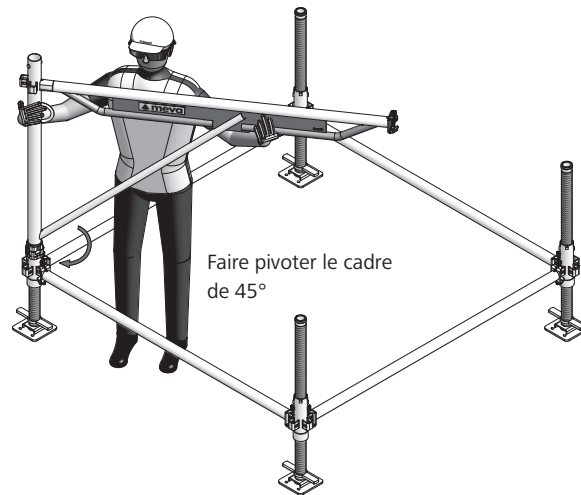

Fig. 9.2
7. Insérer le cadre d'accès 100 MT sur le vérin de pied, de l'intérieur avec un angle de 45°, puis le faire pivoter vers l'extérieur pour arriver en butée (Fig.9.2).